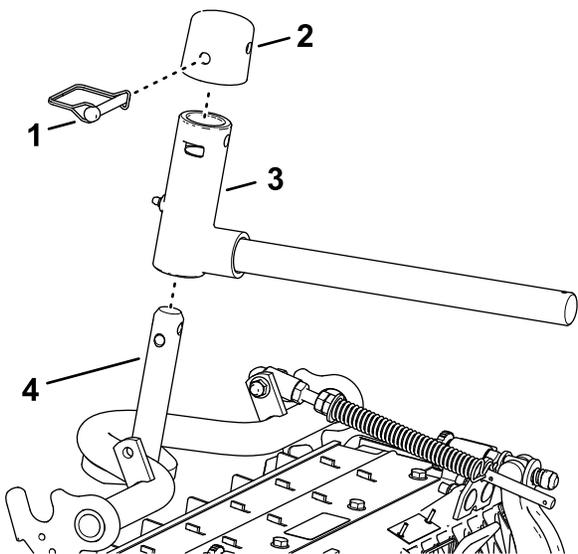

Figura 28
2. Monte el brazo giratorio del brazo de elevación en el pivote del bastidor de tiro (Figura 28).